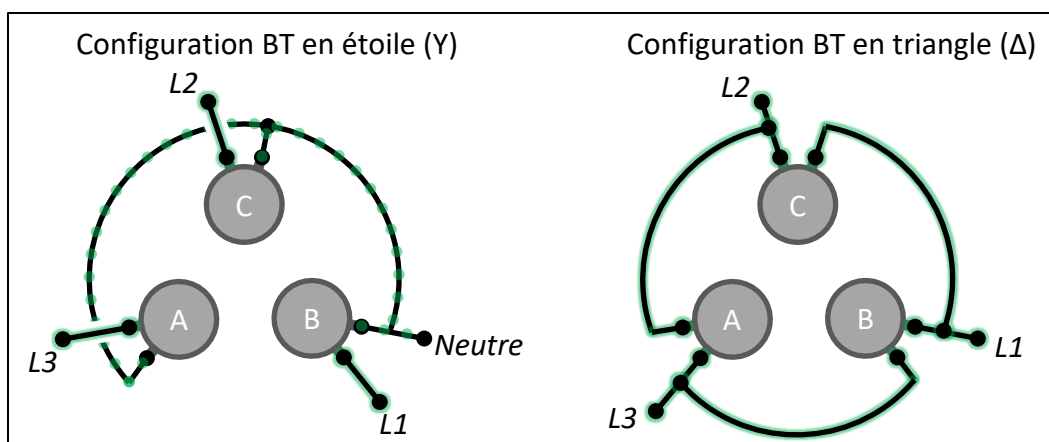

Figure 9 – Schéma des configurations BT triphasées en étoile et en triangle
- Côté BT : sortie triphasée (600 V) comportant 3 fils (L1, L2, L3) — dit en triangle — ou 4 fils (L1, L2, L3, neutre) — dit en étoile. Chaque transformateur est connecté à 2 fils du côté BT. Voir la Figure 9.